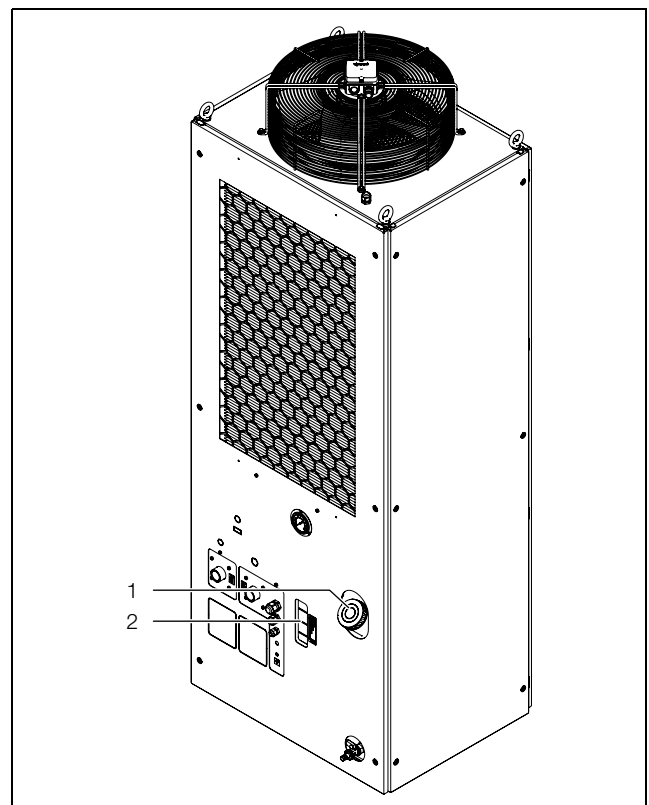

Abb. 12: Kühlmedium einfüllen
- Befüllen Sie den Chiller über den Befüllstutzen (Abb. 12, Pos. 1) des Tanks mit Kühlmedium.
- Kontrollieren Sie den Füllstand am Behälter durch die Öffnung in der Verkleidung (Abb. 12, Pos. 2).